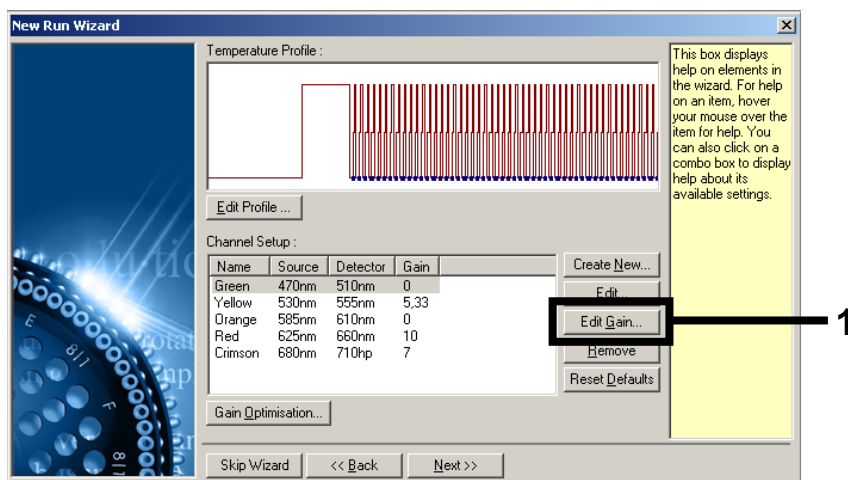

Рис. 5. Редактирование значений усиления вручную.
6. Нажмите **Edit Gain**, чтобы вручную отредактировать значения усиления (рис. 5).